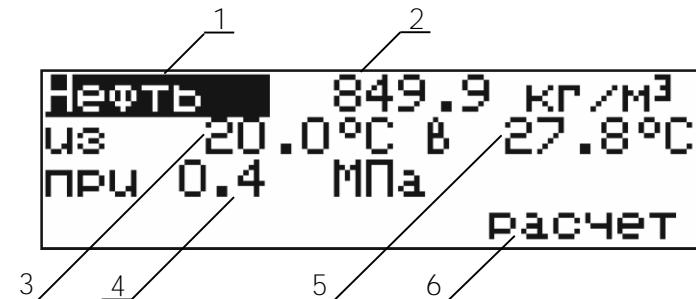

Рисунок 14 — Параметры для расчета приведенной плотности
- перемещая указатель (темный фон) в позиции 1–5 кнопками \uparrow , \downarrow (рисунок 14), ввести параметры для расчета приведенной плотности. Для входа в редактирование параметра нажать **ENTER**. Цифровыми кнопками (рисунок 2) ввести новое значение. Неверно введенный символ можно удалить кнопкой \uparrow . Ввод отрицательного значения начать с нажатия кнопки • (точка);
- 3 - расчетанная плотность при температуре приведения и избыточном давлении 4 (рисунок 14).